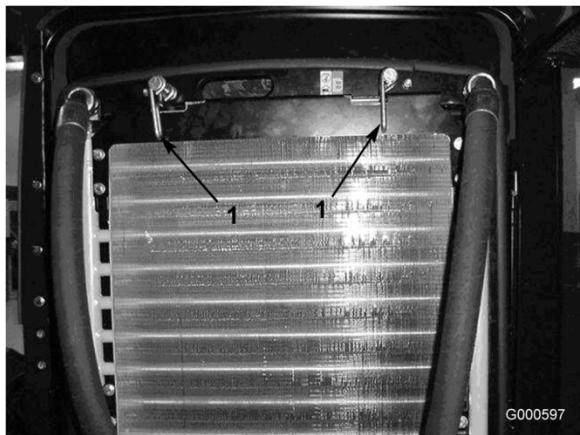

Figura 49
| 1. Trinco do painel traseiro | 2. Rode os trincos (Figura 49) que fixam o dispositivo de arrefecimento de óleo ao chassis. |
2. Rode os trincos (Figura 49) que fixam o dispositivo de arrefecimento de óleo ao chassis.